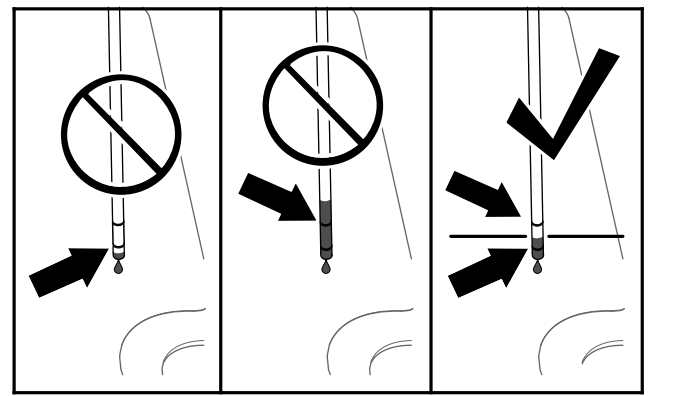

Figura 83
6. Rimuovete l'asta di livello e controllate il livello del fluido (**Figura 83**).
8. Aggiungete il fluido idraulico specificato nel tubo di riempimento fino a quando arriva a metà tra le due tacche dell'asta di livello (Figura 83).